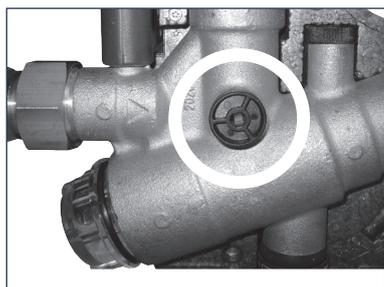

Abb. 10
4. Drehen Sie den Stopfen (Abb. 9) wieder in das Gehäuse und öffnen Sie den Kugelhahn (Abb. 10).